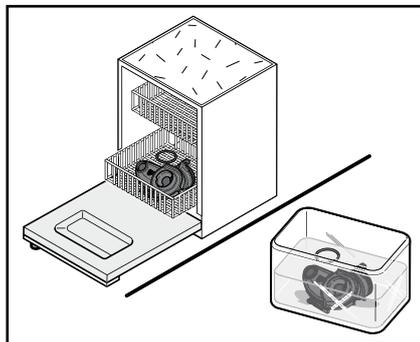

Fig. 29
7. Limpe a câmara de mistura com o anel de vedação (Fig. 29)